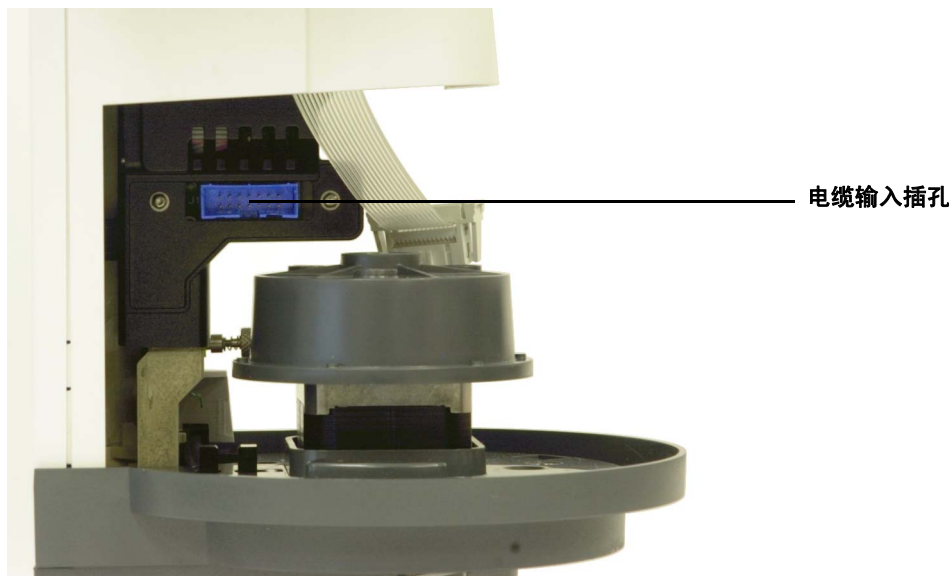

图 106 访问电缆输入插孔
- 13 将进样针支架组件向下滑动，直到组件上的电缆输入插孔向下延伸到进样塔外壳之下（图 106）。